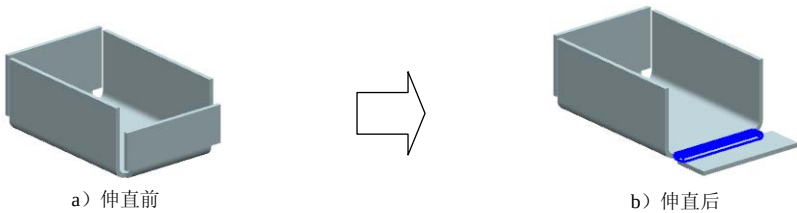

图 4.3.2 伸直
下面以图 4.3.2 所示的模型为例，介绍创建“伸直”的一般操作步骤。
Step2. 选择命令。在“主页”功能选项卡的“钣金”工具栏中单击  折弯 后的小三角，选择  伸直 命令，此时系统弹出图 4.3.2 所示的“伸直”命令条。